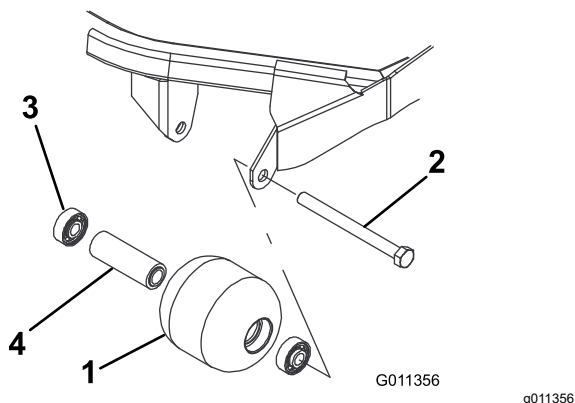

Figure 121
1. Retirez le boulon de fixation du galet (Figure 121).
1. Enfoncez le premier roulement dans le logement à la presse (Figure 121). Exercez la pression uniquement sur la bague extérieure ou uniformément sur les bagues intérieure et extérieure.
2. Insérez l'entretoise (Figure 121).
3. Enfoncez le second roulement dans le logement à la presse (Figure 121). Exercez une pression uniforme sur les bagues intérieure et extérieure jusqu'à ce que la bague intérieure rencontre la douille d'écartement.
4. Vérifiez l'état du logement de roulements, des roulements et de la douille d'écartement (Figure 121) Remplacez tout composant endommagé et procédez au remontage.